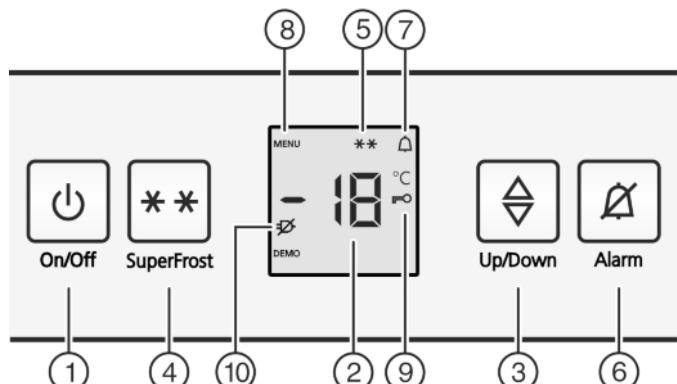

Fig. 2
- Натиснете бутона On/Off Fig. 2 (1).
- Активиране на режим настройки: Натиснете бутона SuperFrost Fig. 2 (4) за ок. 5 секунди.
- На индикатора се показва символът Меню Fig. 2 (8)
- Потвърдете чрез кратко натискане на бутона SuperFrost Fig. 2 (4).
- Символът Защита от деца Fig. 2 (9) светва на индикатора.
- Натиснете за кратко бутона On/Off Fig. 2 (1).
- Символът Защита от деца Fig. 2 (9) угасва.
- Натиснете бутона Аларма Fig. 2 (6).
Заедно с това температурният индикатор и графичният символ Аларма *Fig. 2 (7)* мигат.
Сирената автоматично спира, символът Аларма *Fig. 2 (7)* изгасва и температурният индикатор спира да мига, когато температурата отново е достатъчно ниска.
► Натиснете бутона Аларма *Fig. 2 (6)*.